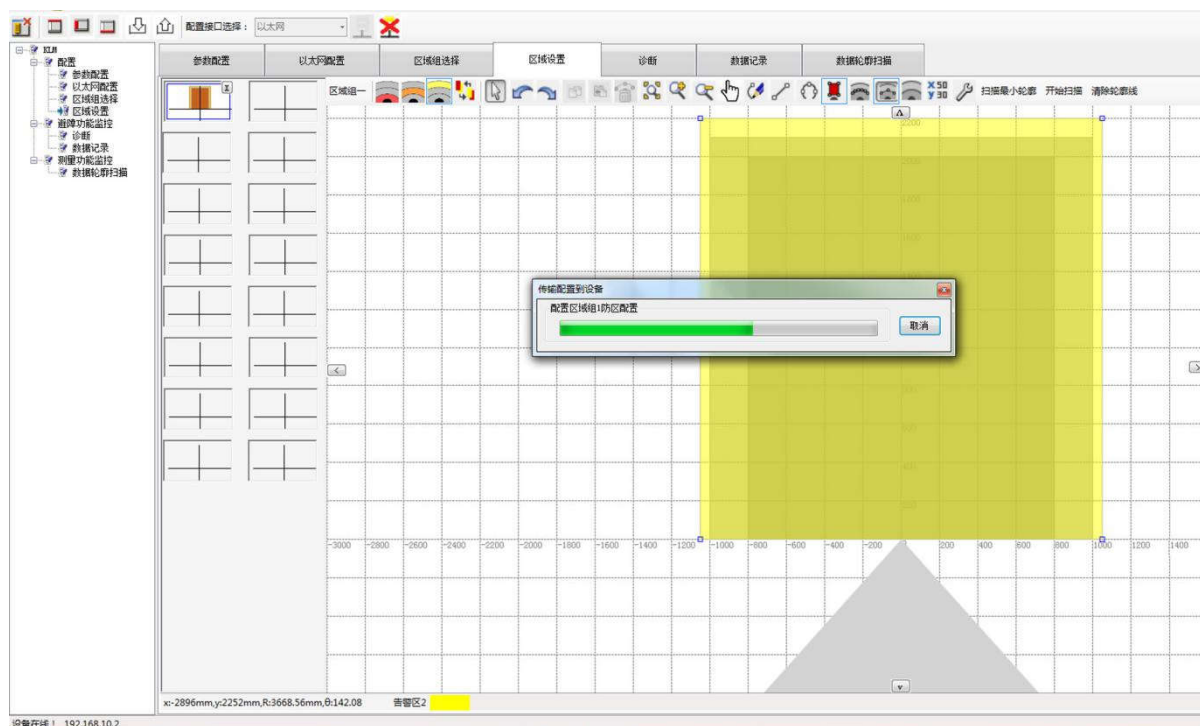

图 3.2.10 将配置参数传输给激光雷达
(1) 点击工具栏 （传输配置到设备），将配置信息传输给激光雷达。弹窗如图 3.2.10 所示。传输过程中，激光雷达指示灯窗口数码管显示 。